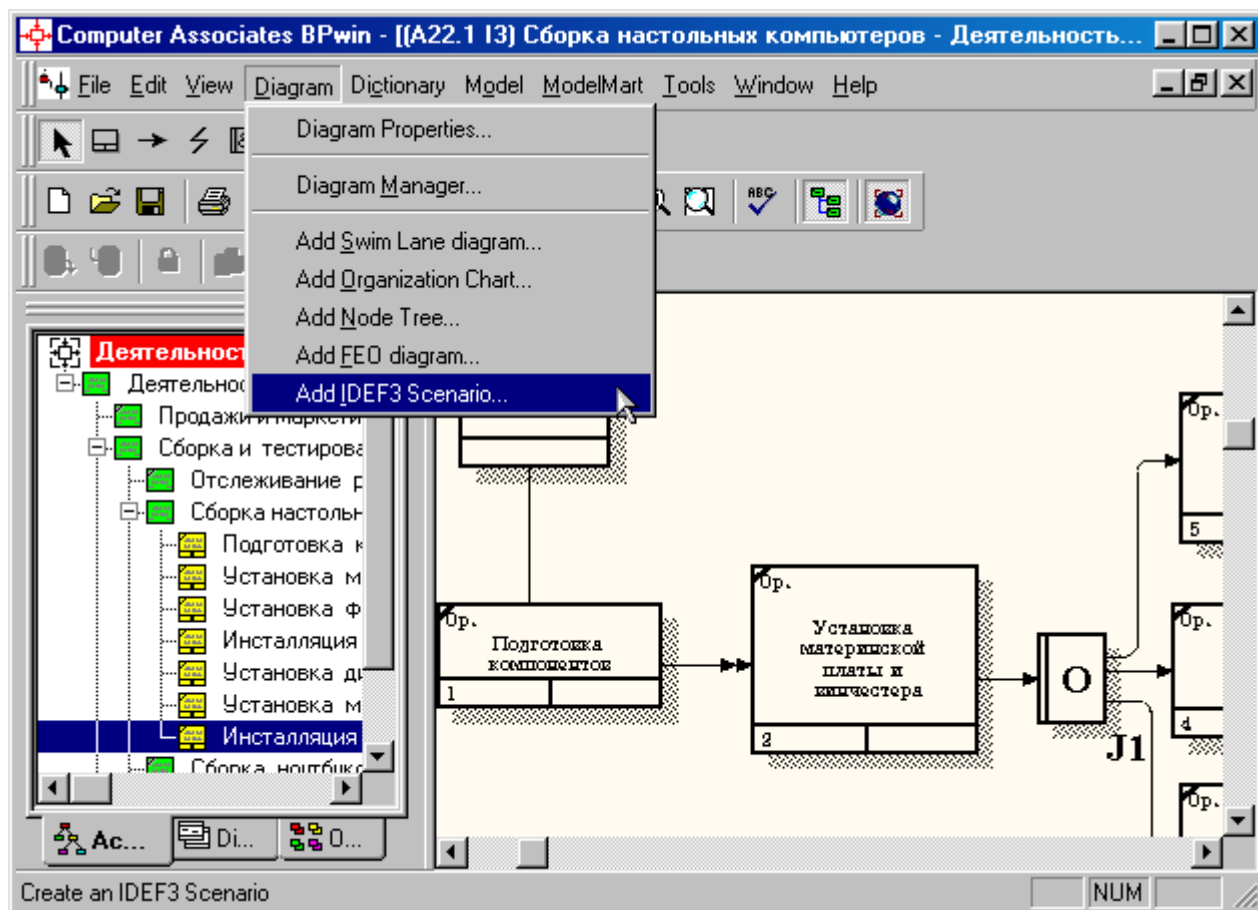

Рисунок 7.1 - Пункт главного меню **Diagram/Add IDEF3 Scenario**
- 1 Выберите пункт главного меню **Diagram/Add IDEF3 Scenario** (рисунок 7.1).